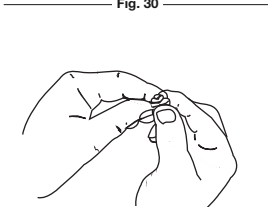

Fig. 31
5. Pressez le filtre pour réparer et drainer l'excédent d'huile (Fig. 31).